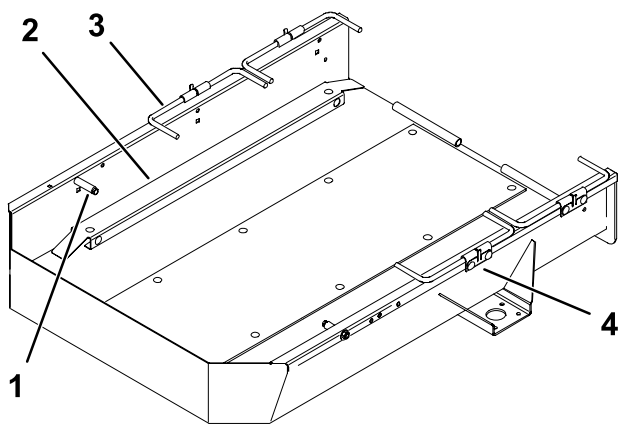

图1
- 3. 如已安装，请卸下将标准嵌入件固定至斜面底部的紧固件，然后取下嵌入件（图1）。
4. 从拖车上拆下现有的拖车止动器、车轮杆和支架（图1）。